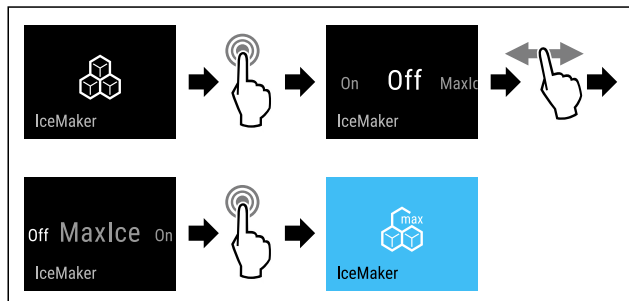

Fig. 17
- ▶ Genomför stegen (se Fig. 17) .